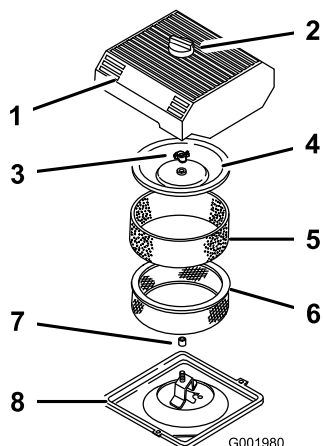

Bild 24
3. Reinigen Sie den Bereich um den Luftfilter herum, um zu verhindern, dass Schmutz in den Motor fällt und Schäden verursacht (Bild 24).
4. Lösen Sie das Handrad an der Luftfilterabdeckung und nehmen Sie die Abdeckung ab (Bild 24).
5. Schieben Sie das Schaumelement vorsichtig vom Papierelement (Bild 24).
6. Schrauben Sie die Abdeckungsmutter ab und nehmen Sie die Abdeckung und das Papierelement ab (Bild 24).
1. Schieben Sie den Schaumeinsatz vorsichtig auf den Papierluftfiltereinsatz (Bild 24).
3. Schrauben Sie die Abdeckungsmutter mit der Hand auf der Abdeckung fest (Bild 24).
4. Montieren Sie die Luftfilterabdeckung und das Handrad (Bild 24).